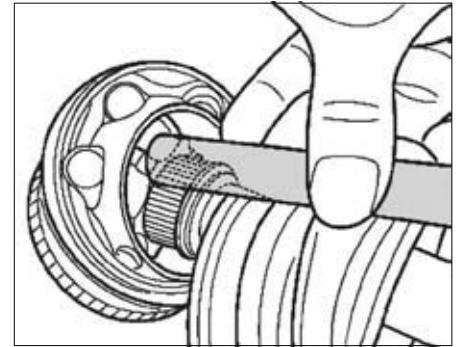

FIG. 13
- Frapper avec un mandrin en cuivre ou en laiton sur la bague intérieure du joint homocinétique (Fig.13).